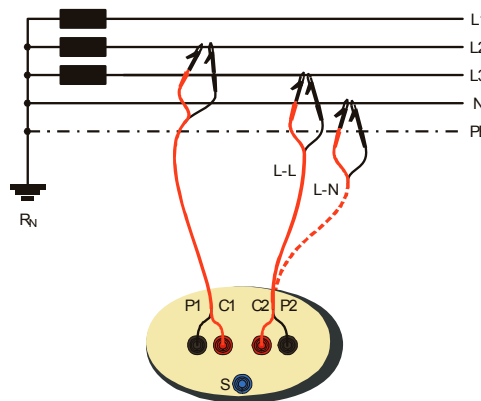

Bild 5.2: Messung der Phasen-Neutraleiter- bzw. Phasen-Phasen-Leitungsimpedanz
**Schritt 2** Prüfkabel an die zu prüfende Komponente anschließen. Anschlussplan in Bild 5.2 zur Durchführung der Messung der Leitungsimpedanz befolgen.